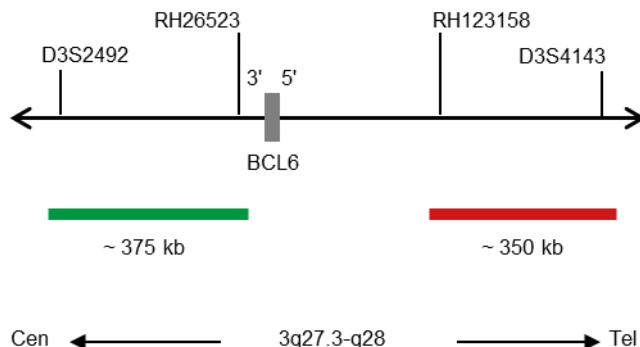

Fig. 1: SPEC BCL6 Mappa della sonda (non in scala)
- Polinucleotidi marcati con digossigenina (~0,50 ng/μl), che hanno come bersaglio sequenze mappate in 3q27.3* (chr3:187,028,236-187,403,834) prossimali alla regione del breakpoint BCL6 (vedere Fig. 1).
- Polinucleotidi marcati con dinitrofenil (~0,75 ng/μl), che hanno come bersaglio sequenze mappate in 3q27.3-q28* (chr3:187,744,962-188,097,195), distali alla regione del breakpoint di BCL6 (vedere Fig. 1).